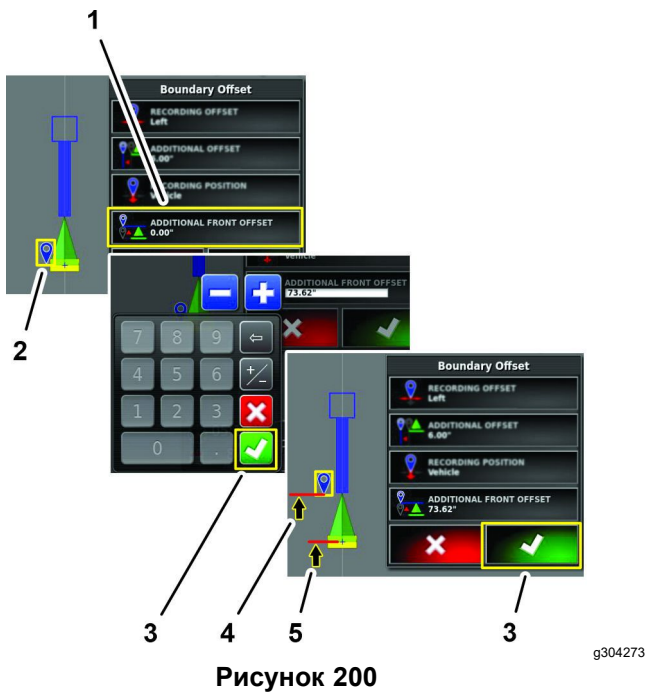

Рисунок 200
1. Нажмите на значок «ДОПОЛНИТЕЛЬНОЕ ПЕРЕДНЕЕ СМЕЩЕНИЕ» (Рисунок 200).
2. С помощью клавиатуры на экране введите расстояние переднего смещения и нажмите на значок подтверждения (Рисунок 200).